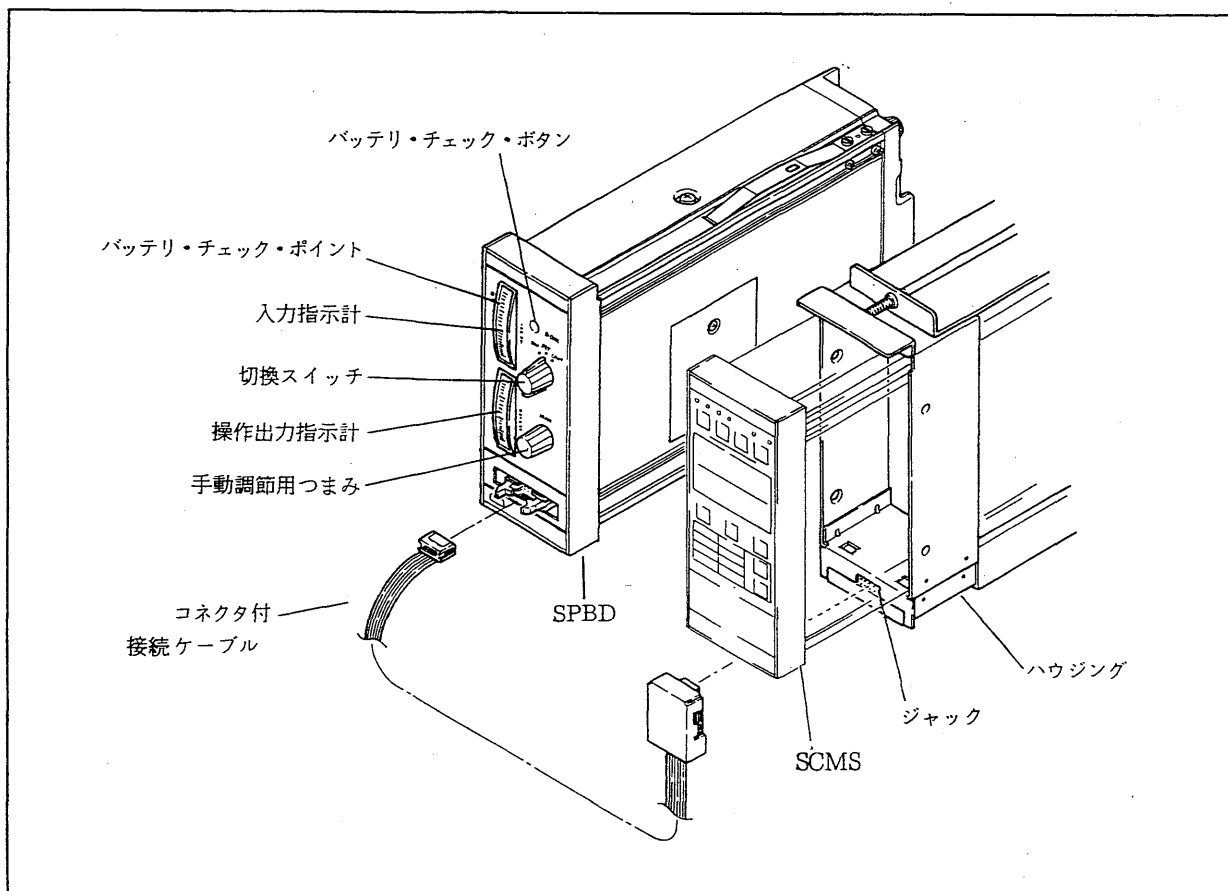

図 5.4.1 SPBD との接続
- (1) SPBD 携帯用手動操作器の接続ケーブルをハウジング下部のジャックに接続し、電流出力信号をSCMSからSPBDへ切替えます（図5.4.1参照）。
- (2) データ項目選択キー (TYPE) でCHKを選択し、異常原因を調べます（5.4.4項）。